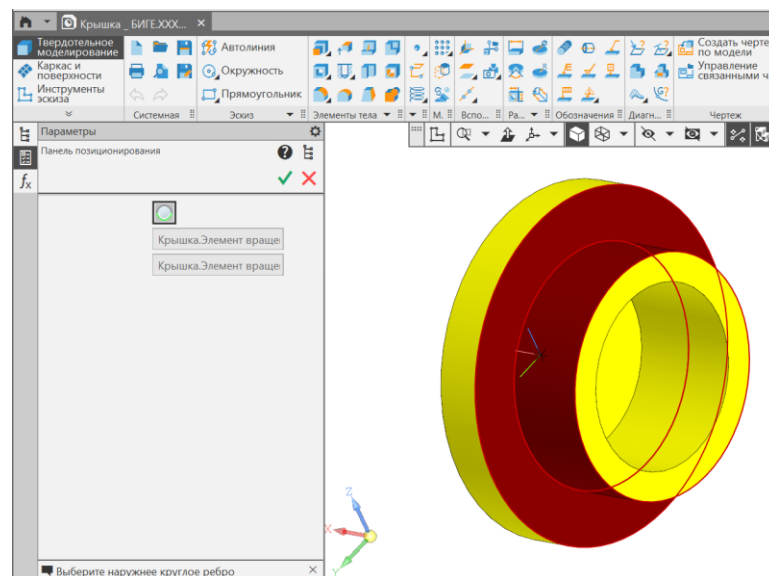

Рис. 7 Местоположение проточки
- **Вкладка Проточка для наружной метрической резьбы по ГОСТ 10549-80.** Указывают местоположение проточки и ограничивающие поверхности (рис. 7).